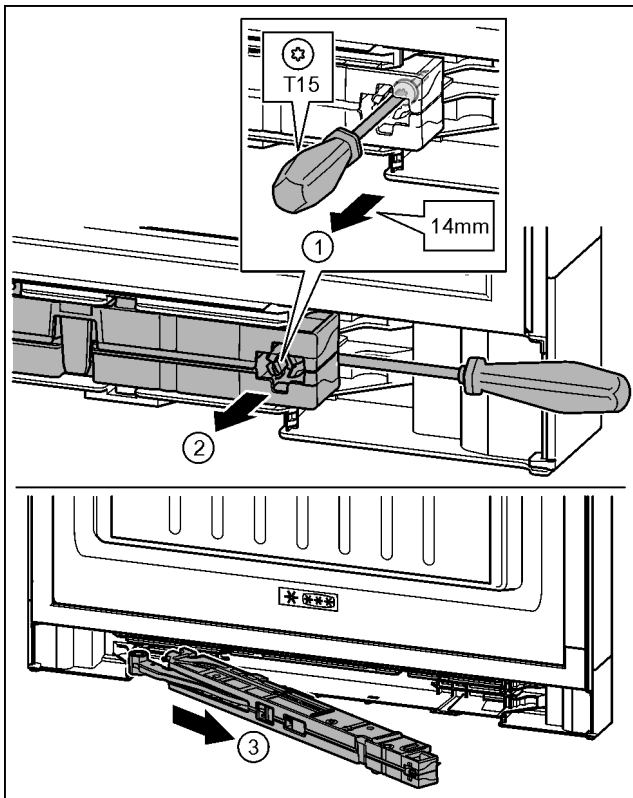

Fig. 19
- ▶ Ослабить винт на узле амортизатора с помощью отвертки T15 примерно на 14 мм. Fig. 19 (1)
- ▶ Переместить отвертку со стороны ручки за узел амортизатора. Повернуть узел вперед. Fig. 19 (2)
- ▶ Вытащить узел амортизатора. Fig. 19 (3)